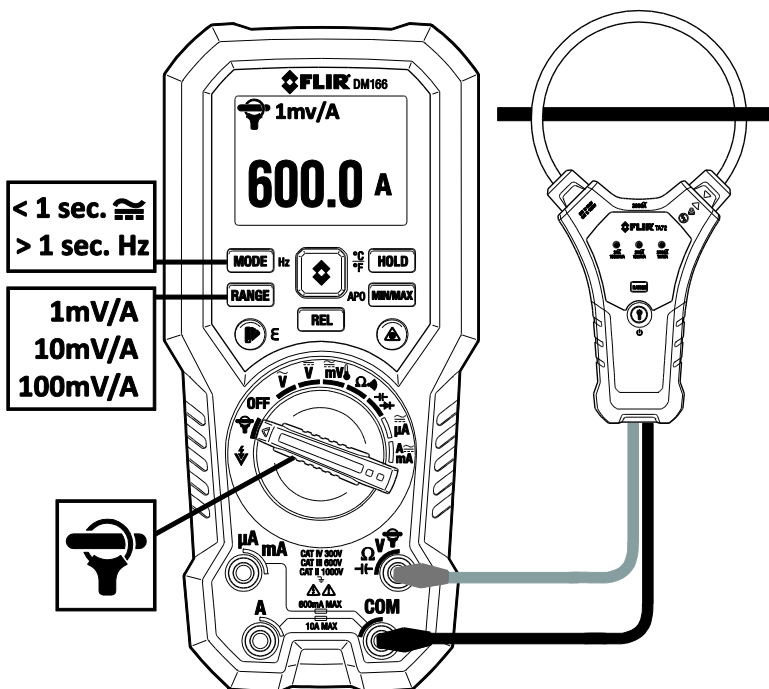

Fig. 6-10 Bruk av strømsslange (FLEX)
2. Koble til strømsslangen som vist i **fig. 6-10**.